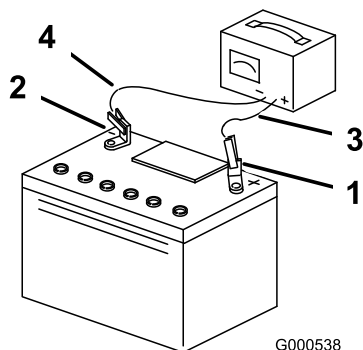

Figura 51
5. Quando le batterie sono completamente cariche, staccate il caricabatterie dalla presa elettrica e scollegate i cavi di ricarica dai poli delle batterie (Figura 51).